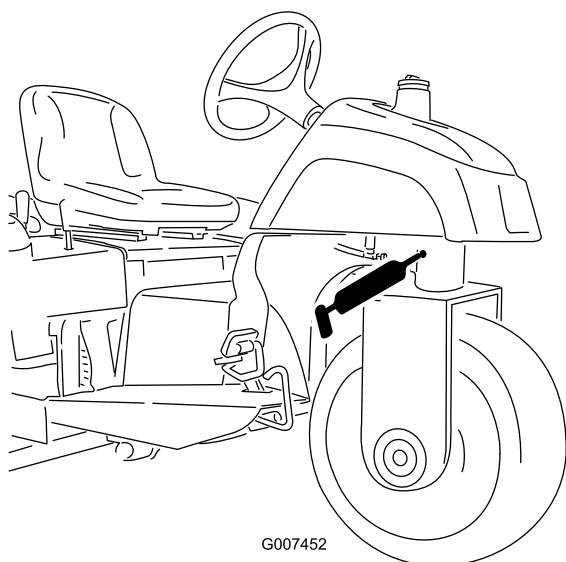

图 23
- 转向枢轴 (图 23)
注意 转向枢轴上的平式接头图 23 需要一个黄油枪喷嘴转换器。Toro 订购零件号为 107-1998 可从 Toro 授权经销商处购买。